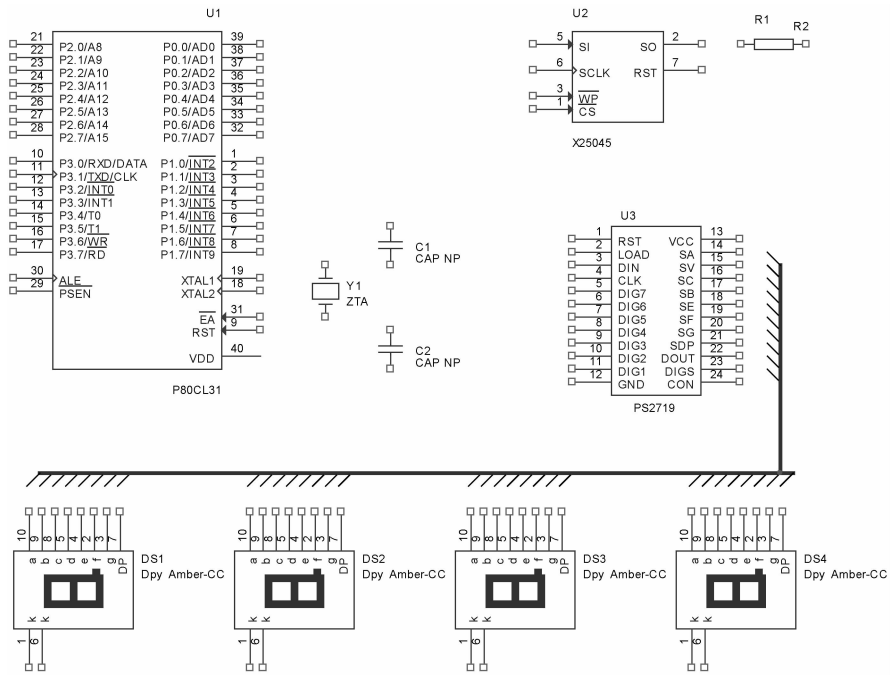

图 6-239 放置总线分支
2) 放置总线分支。选择菜单栏中的“Place（放置）”→“Bus Entry（总线分支）”命令，或单击“Draw（绘图）”工具栏中的“Place bus entry（放置总线分支）”按钮, 用总线分支将芯片的引脚和总线连接起来，如图 6-239 所示。